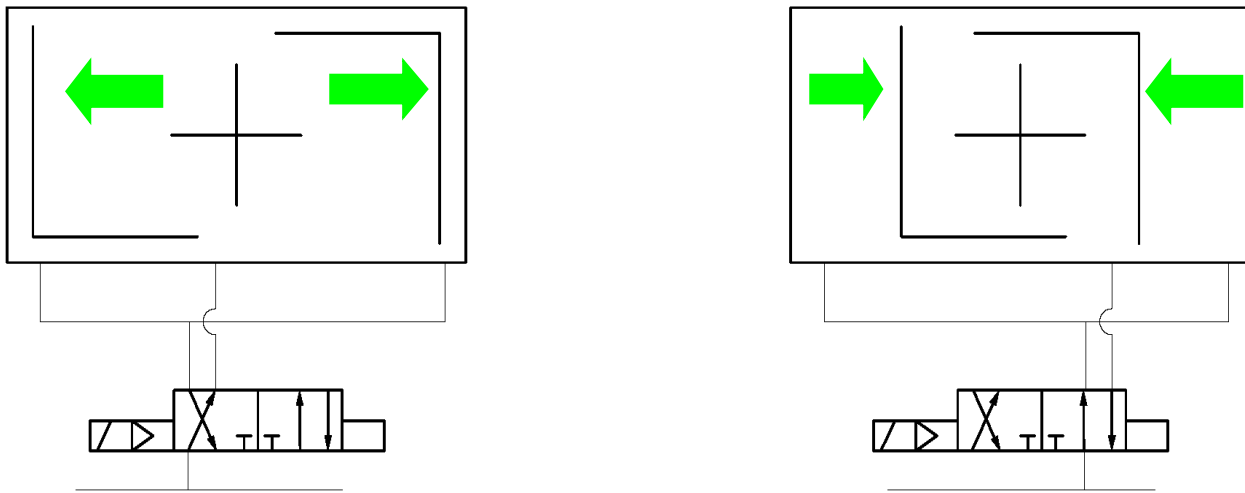

Bild 1: Kopplingsbilder för dubbelverkande manöverdon EBx.1 SYD
- ▶ dubbelverkande EBx.1 SYD visas på bild 1